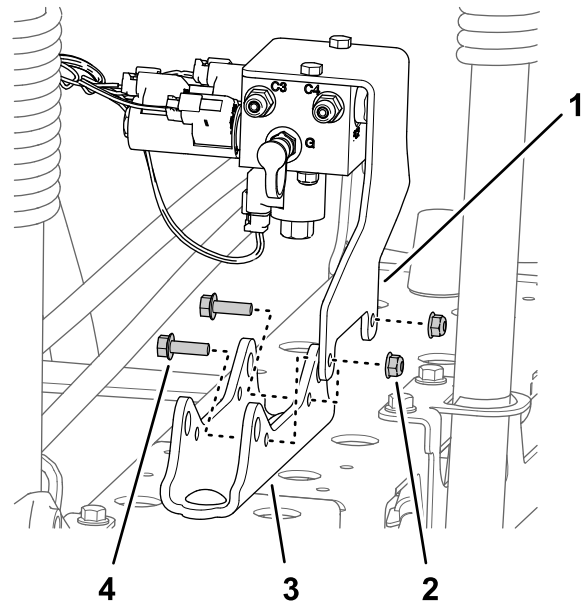

Figura 41
- Para máquinas sem o kit de nivelção da rampa ultra sonic opcional:** retire as duas porcas flangeadas (5/16 pol.) e os dois parafusos de cabeça flangeada (5/16 x 1 pol.) que prendem o suporte para o coletor de elevação da secção à montagem do cilindro e retire o coletor e o suporte da montagem do cilindro (**Figura 41**).